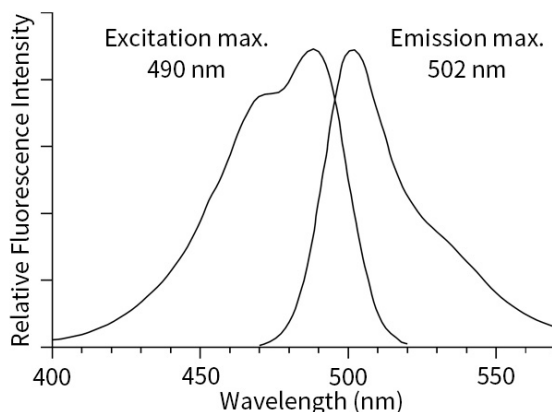

图1. PKH67和细胞膜脂质结合后的激发光谱和发射光谱。
- PKH67可以稳定地与细胞膜脂质区结合并呈现明亮的绿色荧光。PKH67和细胞膜脂质结合后的激发光谱和发射光谱参考图1。其中, 最大激发波长为490nm, 最大发射波长为502nm。